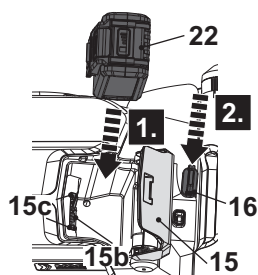

Fig. 9
3. Faites glisser le bloc-batterie (22) dans les encoches (15c) du compartiment de la batterie (Fig. 9, étape 1).
5. Le bloc-batterie (22) ne peut être installé que dans un sens.
6. Fermez le couvercle du compartiment de la batterie (15).
7. Réinstallez la clé de sécurité (16) dans son logement (Fig. 9, étape 2).